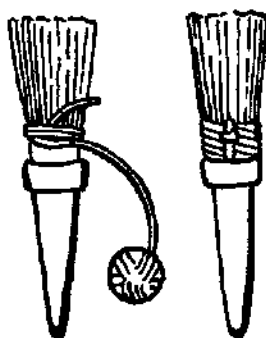

Рис. 120. Обмотка кистей.
*Маховые кисти* используют для окраски стен, потолков и других больших поверхностей. Их изготовляют в виде пучка волос длиной до 180 мм. Перед работой новые маховые кисти (как и **кисти-ручники**) следует обмотать прочным шпагатом  $2/3$  длины волоса, а по мере изнашивания волоса обвязку нужно постепенно уменьшать (рис. 120). После обмотки кисть становится более упругой, лучше растирает и меньше забивается краской. Кисти для клеевых красок обвязывают несколько слабее, чем для масляных.